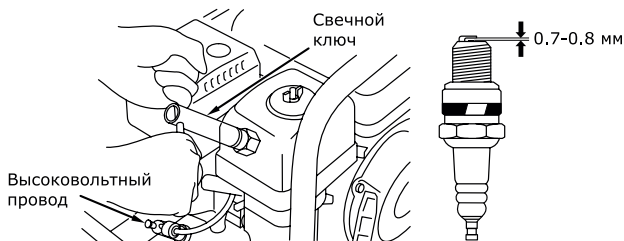

Рис. 18
- Выверните свечным шестигранным ключом (входит в комплект поставки) и осмотрите свечу (рис. 18). Юбка свечи (между керамической частью и металлической частью) должна иметь желтовато-коричневый цвет.
- Проверьте величину зазора между заземляющим и центральным электродами, используя специальный шуп. При необходимости установите зазор 0,7 – 0,8 мм (рис. 18). Установите свечу зажигания в двигатель и надежно затяните. Недостаточная затяжка свечи зажигания может привести к ее перегреву и повреждению двигателя. Рекомендуется использовать качественные свечи марки BPR4ES – BPR7ES (B – диаметр резьбовой части 14 мм; P – с выступающим носиком изолятора; R – с керамическим резистором для подавления радиопомех; 4-7 – тепловой номинал; E – длина ввернутой части 19 мм; S – стандартный тип) производства японской компании NGK или аналогичные.